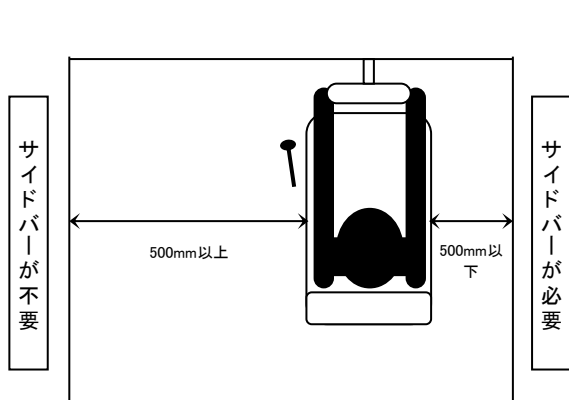

図1 サイドバーが必要な条件
- 3) ① シートより車両外側までの距離が500mm以内の場合はサイドバーもしくは金属製のドアを装着すること(図1参照)。